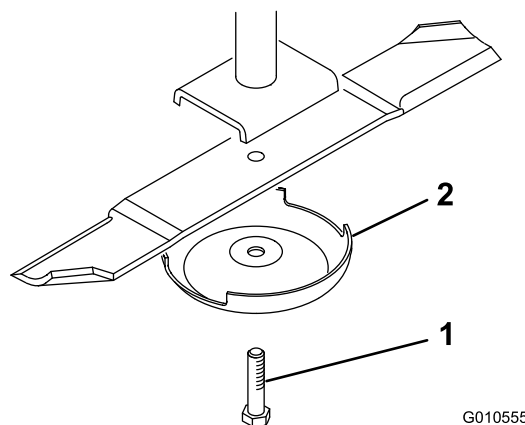

Figura 32
2. Sujete el extremo de la cuchilla usando un paño o un guante grueso. Retire del eje de la cuchilla el perno de la cuchilla, el protector de césped y la cuchilla (Figura 32).